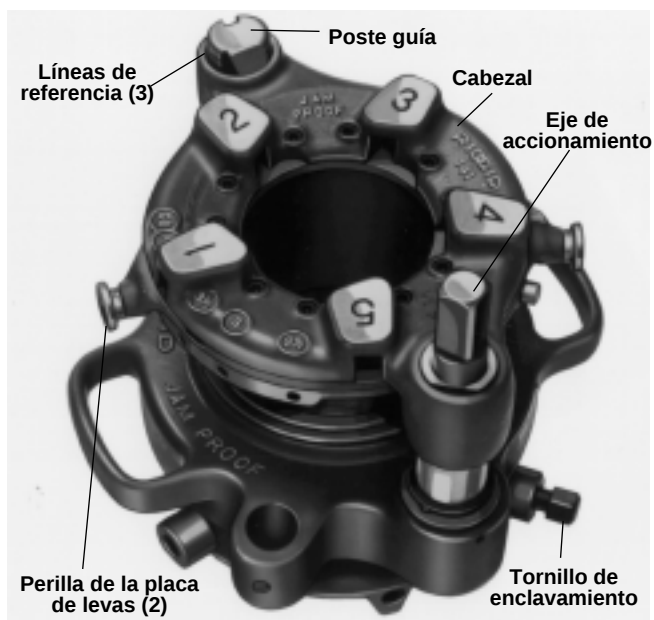

Figura 18 – Roscadora a Engranajes No. 141 con el eje de accionamiento apuntando hacia arriba
1. Para obtener una profundidad estándar de rosca, sujete el portapieza sin que se mueva y gire la caja de engranajes con la mano hasta que la línea marcada STANDARD (estándar) en la camisa del piñón quede al ras con la parte inferior del cabezal de terrajas; o la línea STANDARD en el poste guía quede al ras con la parte superior del cabezal de terrajas (Figura 18).